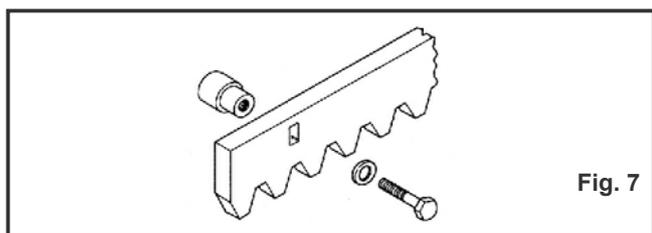

Fig. 7
3.4.1. CREMAGLIERA DI ACCIAIO A SALDARE (fig. 7)